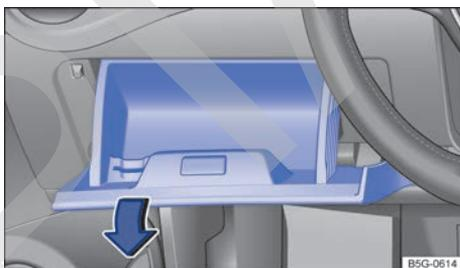

Fig. 174 Tapa de la caja de fusibles del tablero de instrumentos: vehículos con el volante a la izquierda, a la izquierda junto al volante.
- Abra el portaobjetos del lado del conductor y, dado el caso, vacíelo → fig. 174.